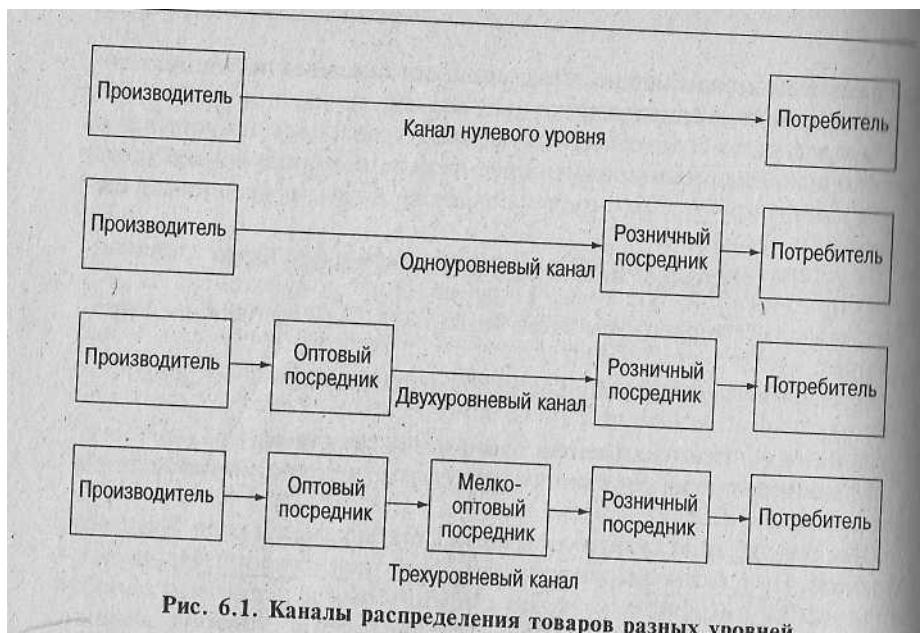

Рис. 6.1. Каналы распределения товаров разных уровней
*Протяженность канала* определяется по числу промежуточных уровней между производителем и потребителем, которые, как и уровни канала, являются членами канала распределения. Примеры каналов распределения различной протяженности приведены на рис. 6.1.